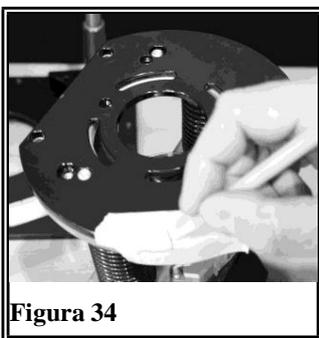

Figura 34
2. Capovolgere la fresatrice e riportare il segno nella carta sulla sua piastra base (Figura 34).